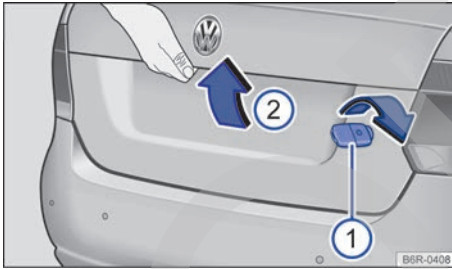

Fig. 61 En el lado exterior del portón del maletero: apertura del portón.
– En vehículos con bombín de la cerradura en el portón del maletero, gire la llave en el bombín en el sentido de las agujas del reloj → fig. 61 ① hasta que el portón se abra una rendija.
– Levante el portón del maletero accionando el pulsador ②.